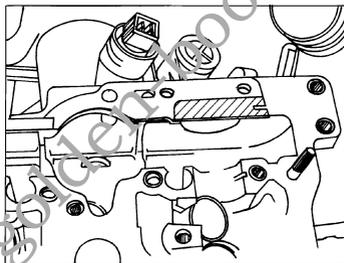

图 2-106 在阴影部分轻涂一层胶
- 1) 更换凸轮轴调整器的橡皮-金属密封垫, 并在图 2-106 所示阴影部分轻涂一层 D-454 300 A2。